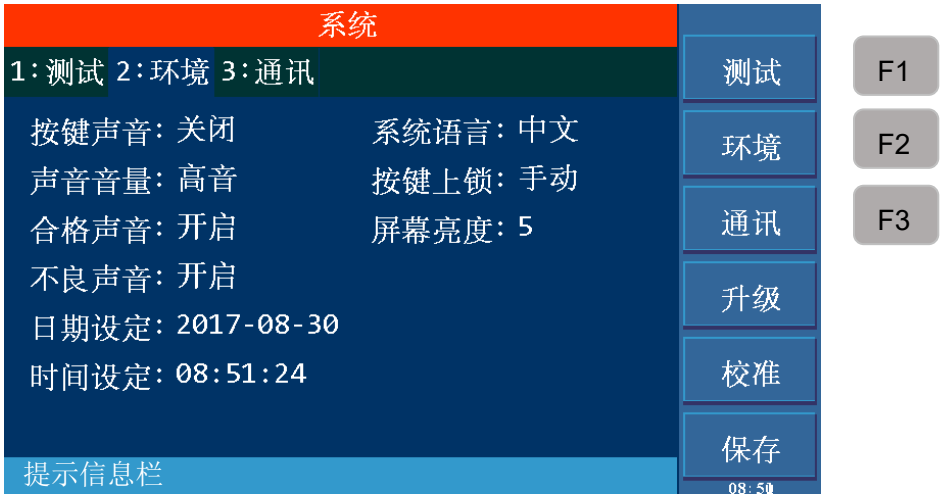

图 4-8 系统环境参数设置
- 2、通过按键【F2】键进入图 4-8 所示的环境相关的系统设置。
系统设置中环境相关参数设置如图 4-8 所示: